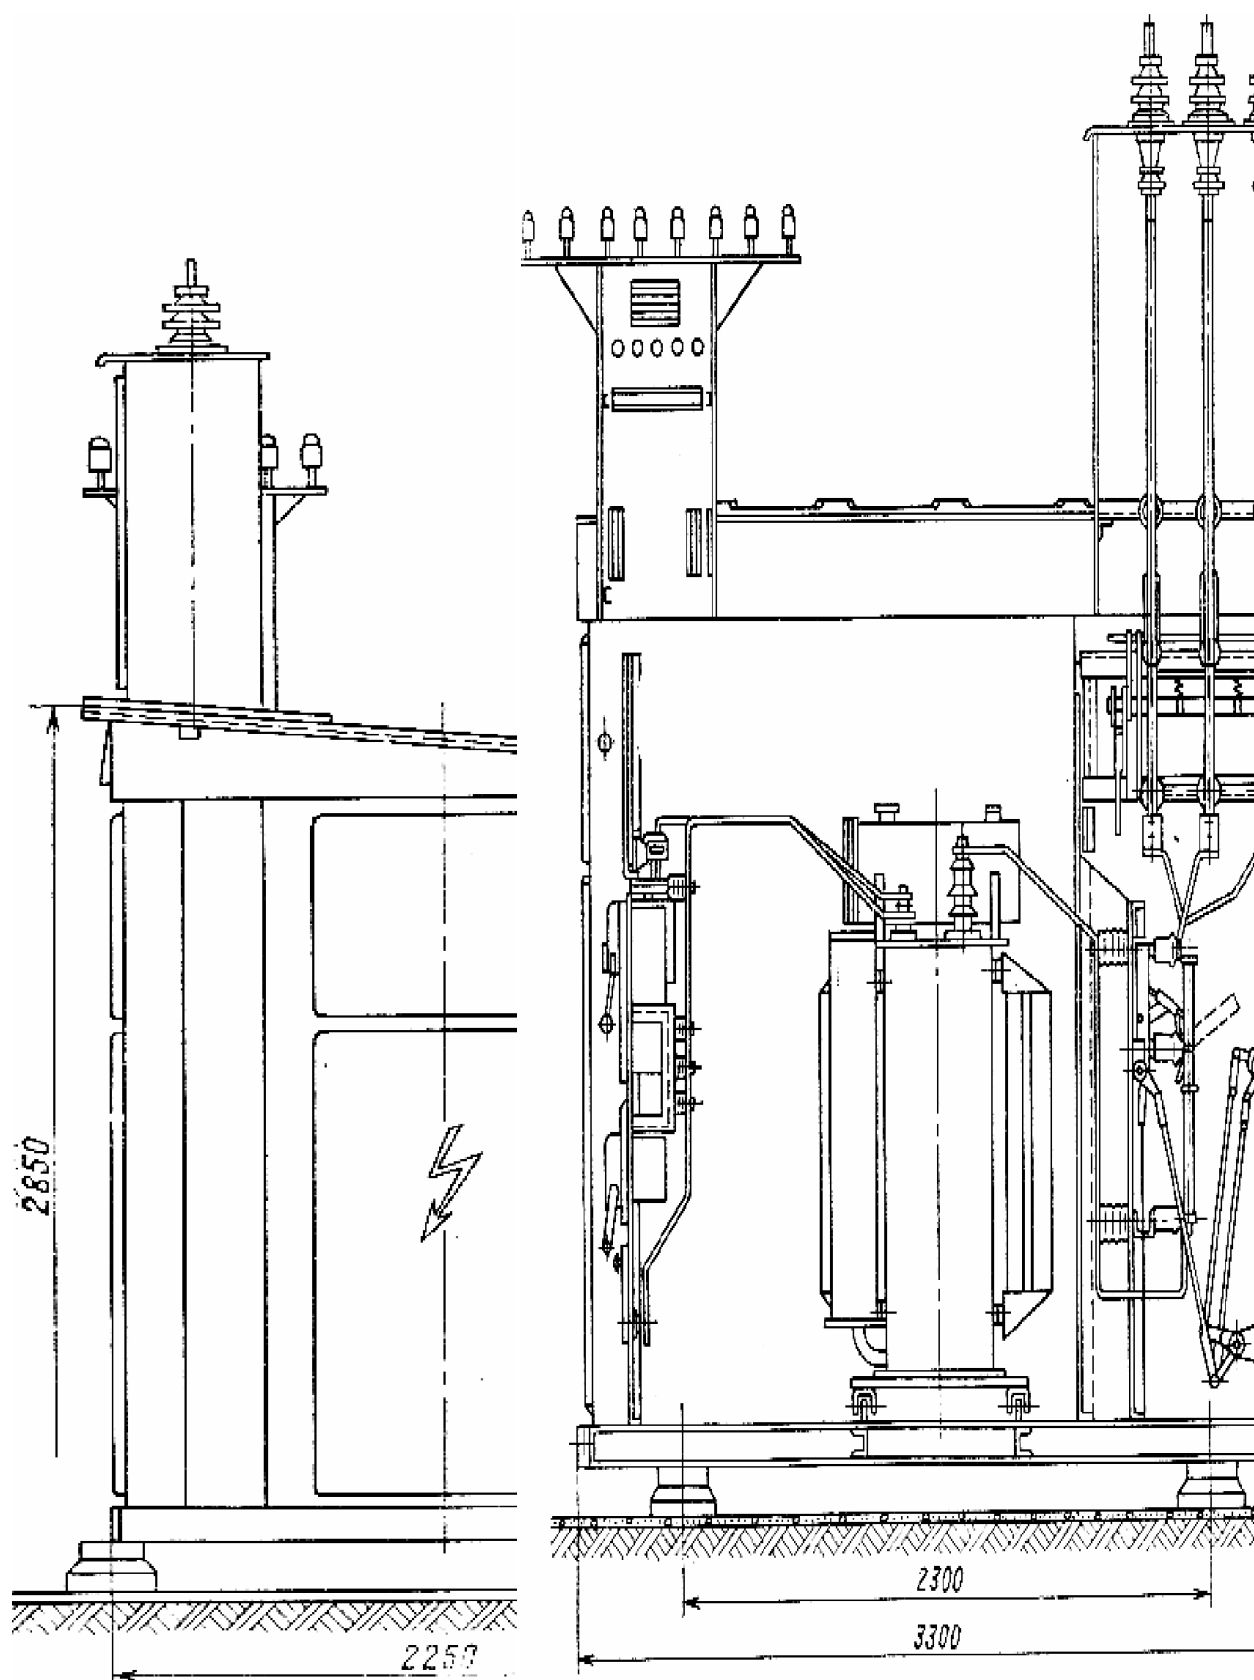
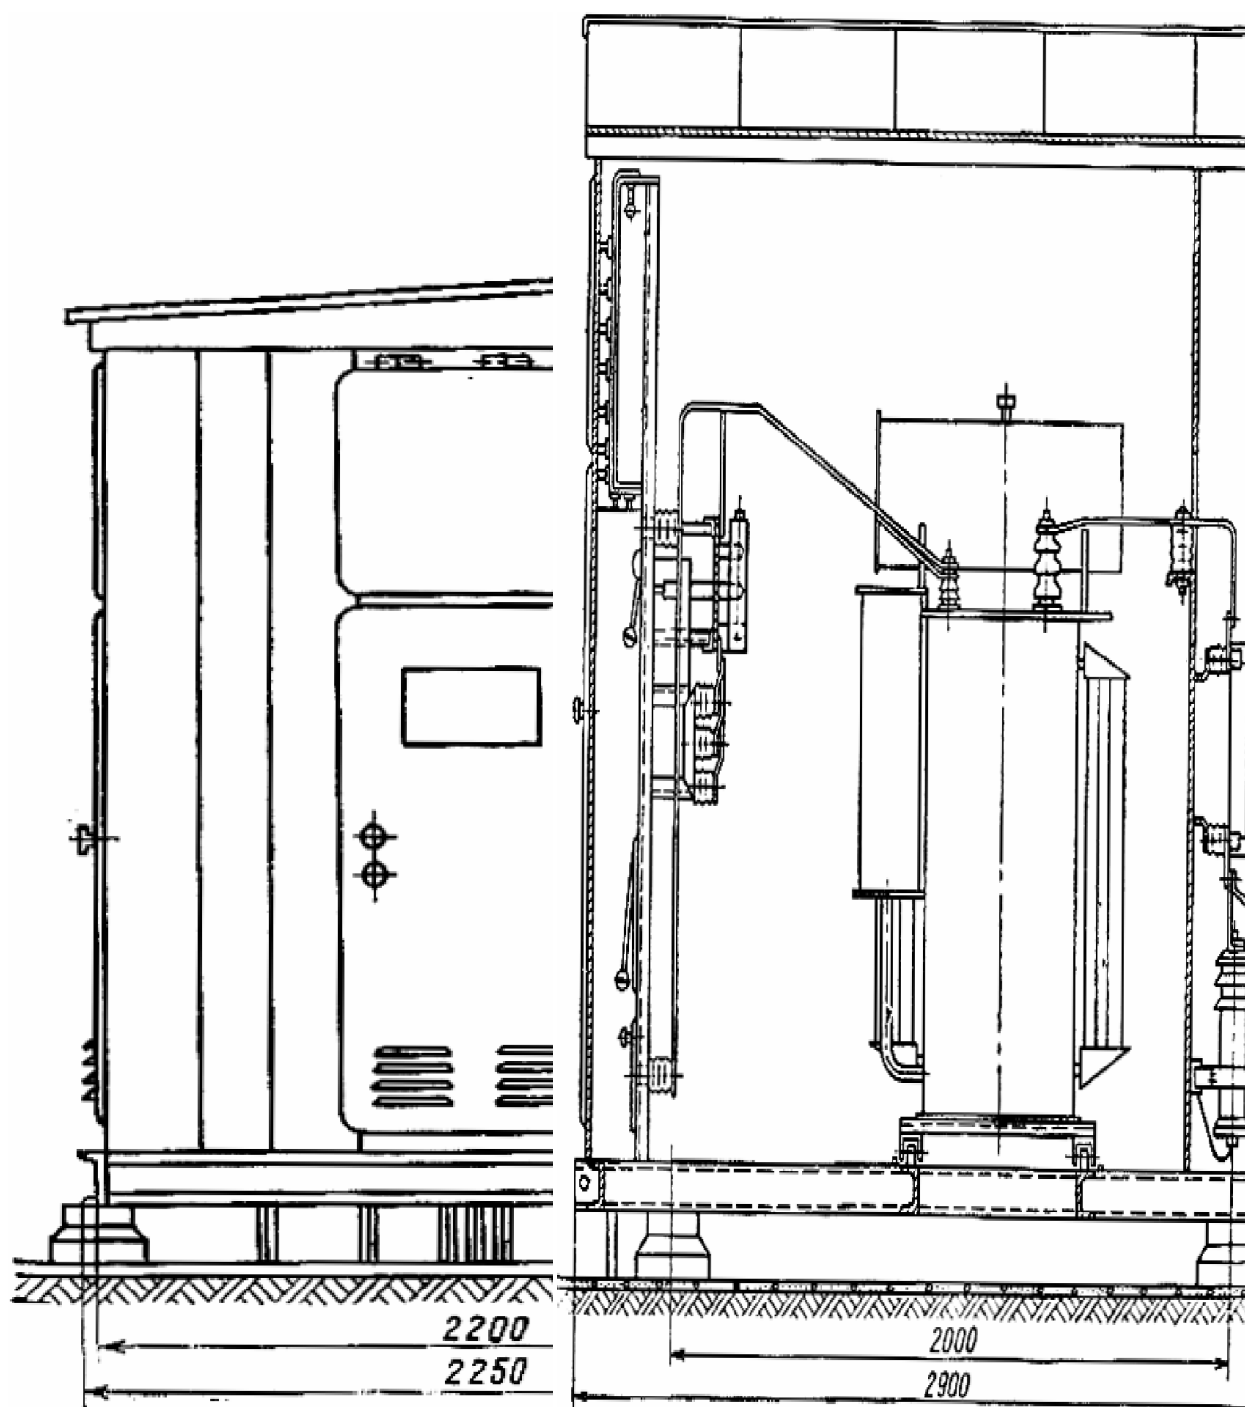

Рис.8. Общий вид КТП 10/0,4 кВ проходного типа с воздушными вводами мощностью до 630 кВ·А
Рис.10. Общий вид КТП 10/0,4 кВ тупикового типа с кабельным вводом мощностью до 630 кВ·А
*Комплектная трансформаторная подстанция проходного типа мощностью 250-630 кВ·А* представляет собой единый блок размером 3330х2250х4300 мм и состоит из трех узлов: низкого, высокого напряжения и силового трансформатора. Вводы высокого напряжения и выводы низкого напряжения могут быть воздушными (рис.8) или кабельными (рис.10). Подстанция устанавливается на четырех железобетонных стойках, закрепленных в сверленные котлованы. Возможно установка КТП на двух стойках, положенных горизонтально на песчаное основание. Этот вариант допускается при скальных грунтах с крупной галькой и валунами.